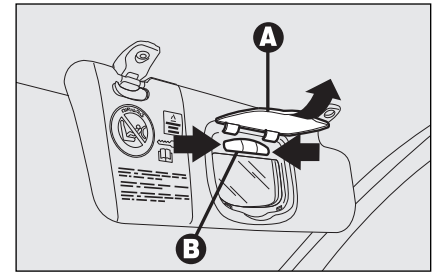

fig. 46
- open de kap **A-fig. 46** van het spiegeltje;